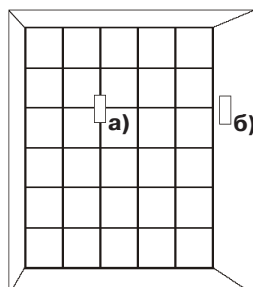

Рисунок 45 – Защита стеклоблоков
- непосредственно на охраняемую стеклянную поверхность [рисунок 45 а)]. Для этого крепежное устройство удобно размещать в отверстии цементного шва, соединяющего стеклоблоки между собой, по методике установки извещателя на кирпичную или бетонную конструкцию;
- на примыкающую к охраняемой кирпичную, бетонную или стальную конструкцию [рисунок 45 б)] по соответствующей методике.